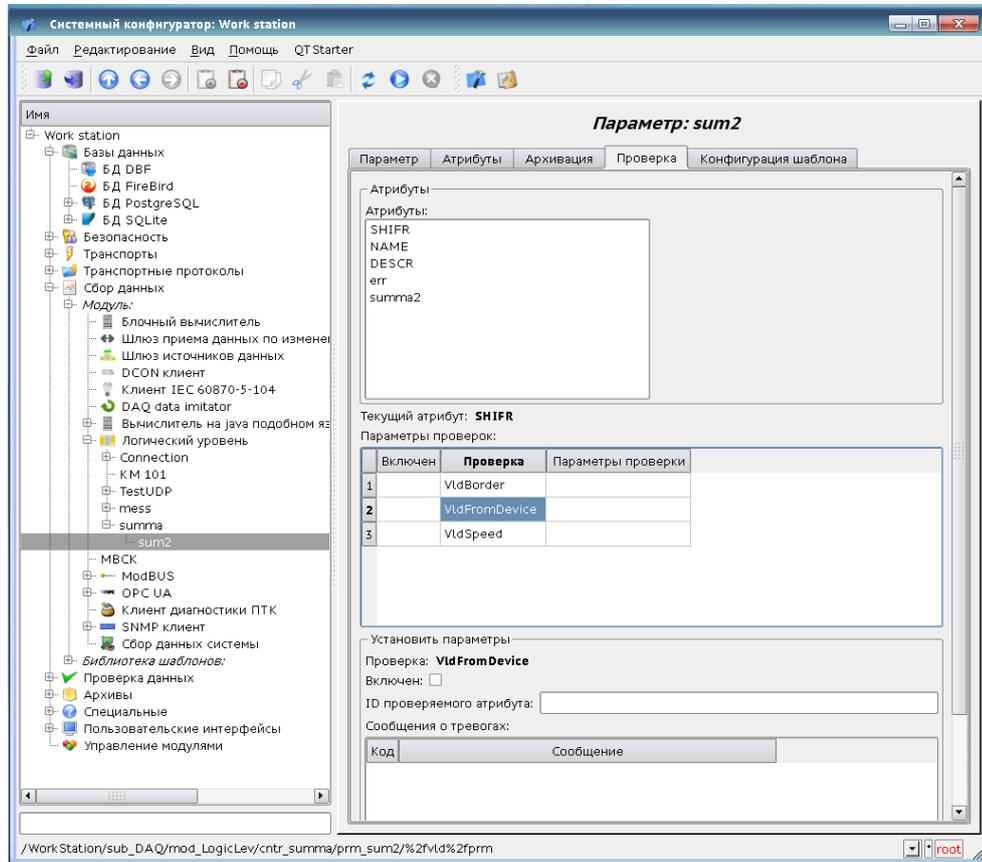

Рисунок 65
- VldFromDevice – коды ошибок от устройства (рисунок 65);